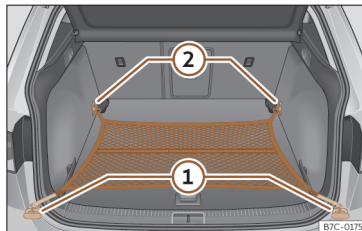

Fig. 165 Dans le coffre à bagages : filet accroché au niveau du plancher.
- Fixez les crochets du filet aux œillets d'amarrage >>> **fig. 165** ① et ② >>> △. La fermeture à glissière du sac doit rester vers le haut.